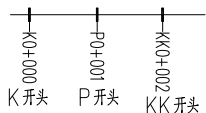

图 6-54 桩号前缀
- “桩号前缀”选项：系统提供了三种桩号前缀，分别是K、P、KK。单击选项文本框，在弹出的下拉列表中选择前缀字母，各种桩号前缀的标注结果如图6-54所示。